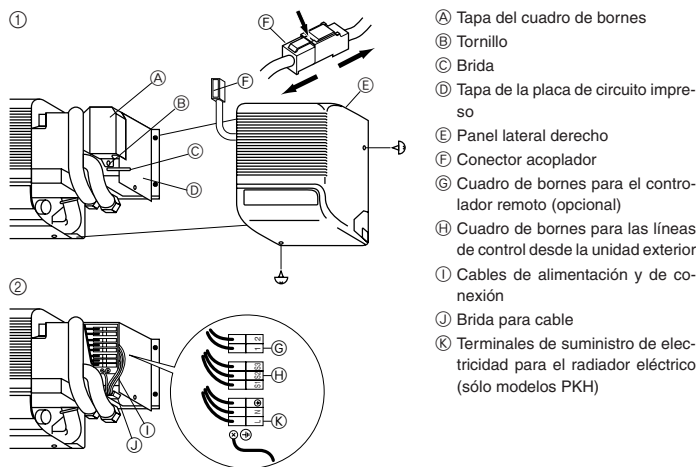

Fig. 6-1
6.1. Unidad interior (Fig. 6-1)
- ① Retire el panel lateral derecho. Para ello, saque los tornillos de las partes derecha e inferior. Quite el tornillo de fijación de la tapa del cuadro de bornes para quitar la tapa.
- ② Conecte la línea de alimentación y control. (3 × 2,5 mm² polos).